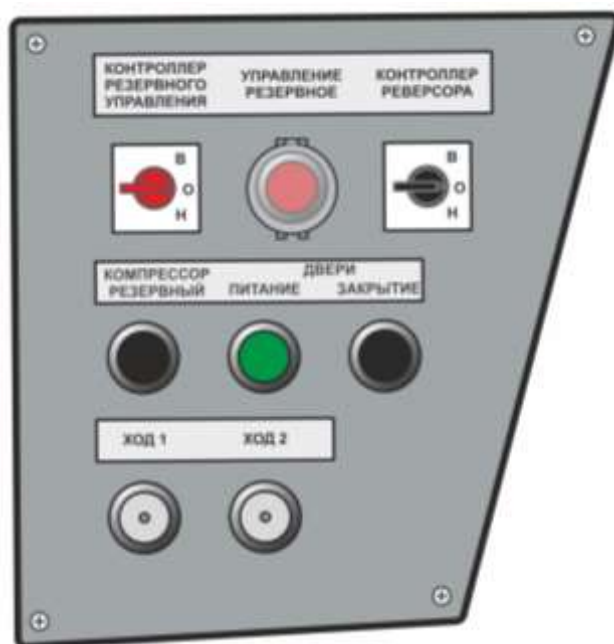

Рис.51 Панель кнопок левая
**Панель кнопок левая** (Рис. 51) предназначена для резервного управления составом. Под панелью находятся контроллер реверса КР основного и контроллер реверса КРУ резервного управления.